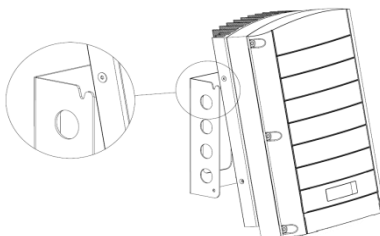
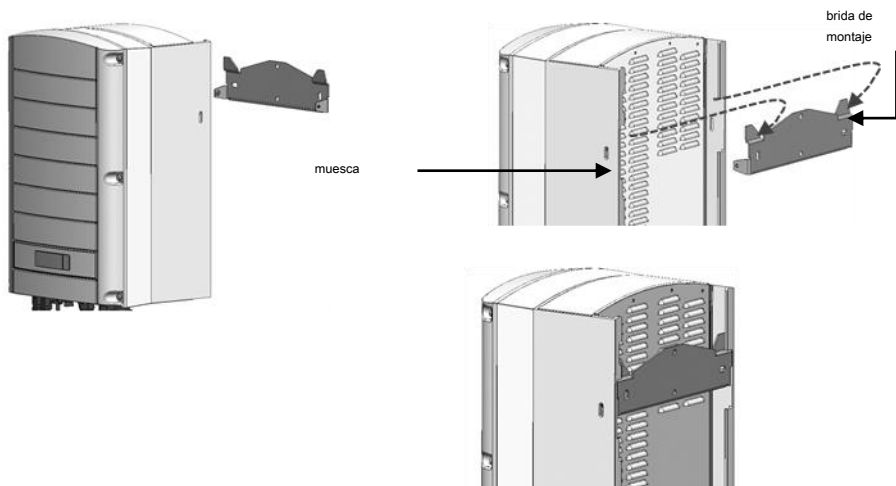

Figura 7: Cuelgue el inversor en el soporte - Tipo 1
Figura 8: Colgante el inversor para apoyar - Tipo 2
- Para el tipo 2 - Asegúrese de que la parte plana del soporte es hacia abajo como se muestra en la Figura 8
3 Colgar el inversor en el soporte (Figura 7 y la Figura 8), levante el inversor en los lados, o entrar en el inversor de la parte superior y desde la parte inferior para levantar los UPS en su lugar